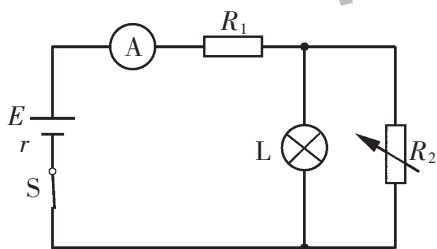

图 3-2-7
3. 如图 3-2-7 所示,  $R_1$  为定值电阻,  $R_2$  为负温度系数电阻的热敏电阻,  $L$  为小灯泡. 当温度降低时,  $R_1$  两端的电压 \_\_\_\_\_, 电流表的示数 \_\_\_\_\_, 小灯泡的亮度变 \_\_\_\_\_.